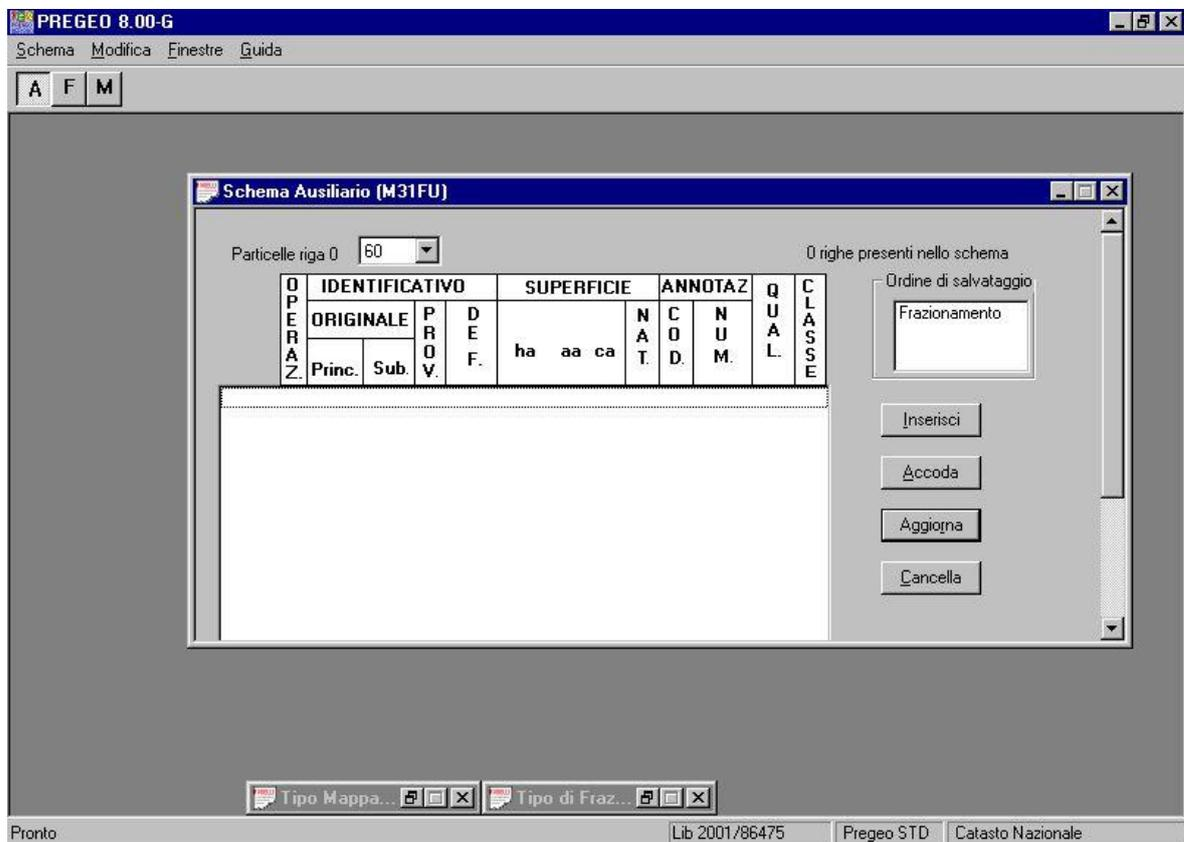

Fig. 26 – Scema Ausiliario
- **Schema Ausiliario** : deve essere compilato solo nel caso in cui gli altri due tipi di schemi non comprendono tutte le informazioni necessarie per l'aggiornamento della banca dati censuaria; uno di questi casi particolari è quello in cui viene utilizzata una modalità operativa che prevede la fusione preventiva delle particelle che successivamente dovranno essere frazionate (Fig. 26).